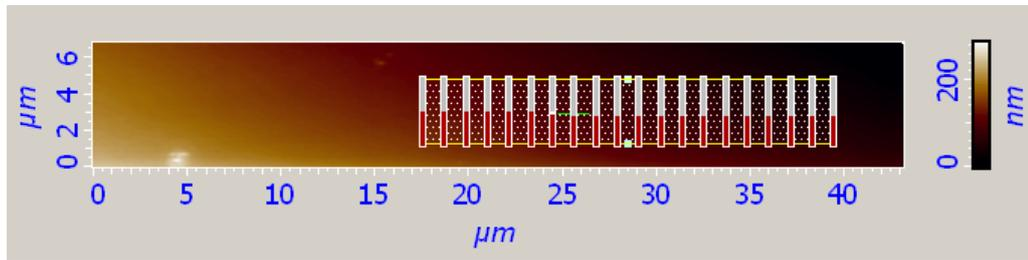

Рис. 8-13
2. Удерживая нажатой клавишу <Ctrl>, с помощью мыши задайте размер и положение сетки (Рис. 8-13). Изменить размер и положение уже заданной сетки можно стандартным образом с помощью мыши.